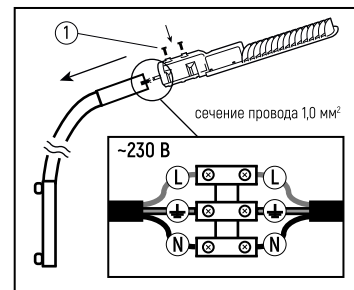

Рис.1
- Обесточьте сетевую кабель питания и подключите к проводу светильника* [Рис.1].
- Установите светильник на кронштейн, провод светильника поместите внутрь кронштейна или опоры [Рис.1].
- Зафиксируйте светильник на кронштейне или опоре при помощи фиксирующих винтов (1), расположенных на основании светильника [диаметр установочного отверстия для кронштейна указан в таблице технических характеристик].